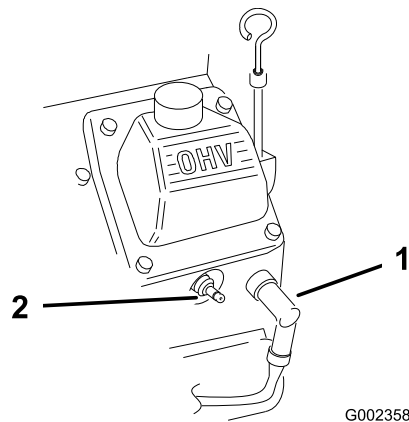

Figura 50
2. Desligue os cabos das velas de ignição (Figura 50).